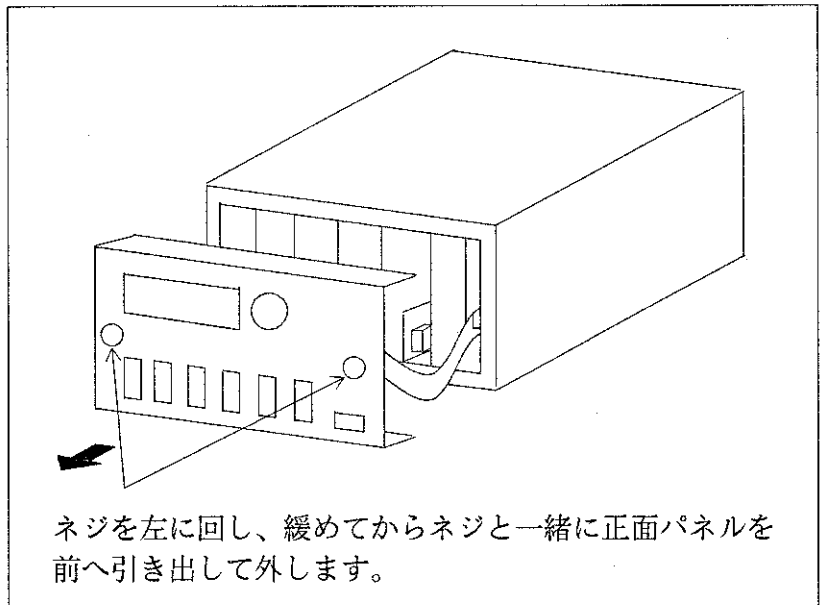

図11-2 正面パネルの脱着方法
本器のPOWER スイッチをOFF にして、正面パネルを [図11-2] に示すように外します。
- 1 本器のPOWER スイッチをOFF にして、正面パネルを [図11-2] に示すように外します。
(1) 新規に校正を行うときは、以下の手順から始めて下さい。